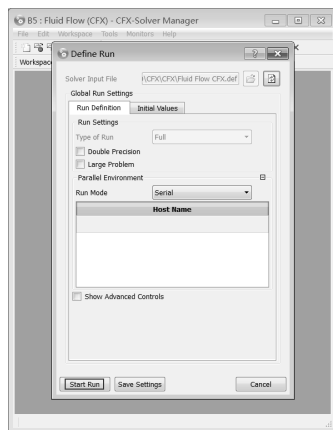

图 17-29 求解 (1)
Step1 : 在 Workbench 主界面中双击项目 B 的 B5 (Solution) 栏, 此时会弹出如图 17-29 所示的求解器对话框。保持其余默认, 单击 Start Run 按钮, 进行计算。